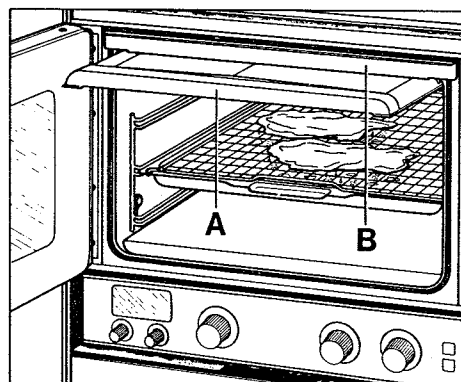

Fig. 14
- Pull the "A" mobile crown (fig. 14) and fit the "B" cross piece (supplied with the oven) inserting the two tabs in the mobile crown slots.
- Tirer vers vous la voûte A (fig. 14) et monter la traverse B (en dotation au four) en introduisant les deux languettes dans les fentes sur la voûte.
- Die bewegbare Decke A (Abb. 14) ziehen und den Quersupport B (Zubehör) montieren, wobei Sie die 2 Laschen in die Langlöcher der bewegbare Decke einsetzen.
- Tirare verso di voi la volta mobile A (fig. 14) e montare la traversa B (in dotazione al forno) introducendo le due linguette nelle asole della volta mobile.